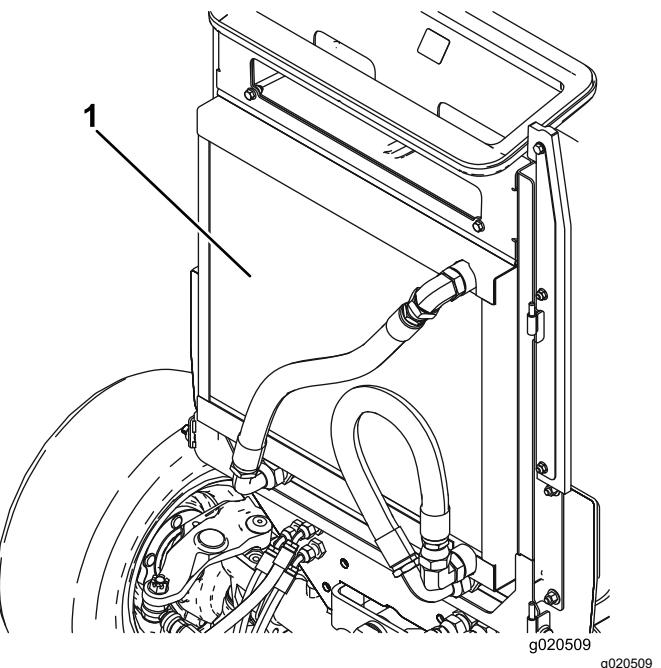

Figure 110
6. Nettoyez soigneusement les deux côtés du radiateur/refroidisseur d'huile (Figure 110) à l'air comprimé. Commencez par l'avant et soufflez les débris vers l'arrière. Nettoyez ensuite en soufflant de l'arrière vers l'avant. Répétez la procédure plusieurs fois jusqu'à ce qu'il ne reste plus aucun débris